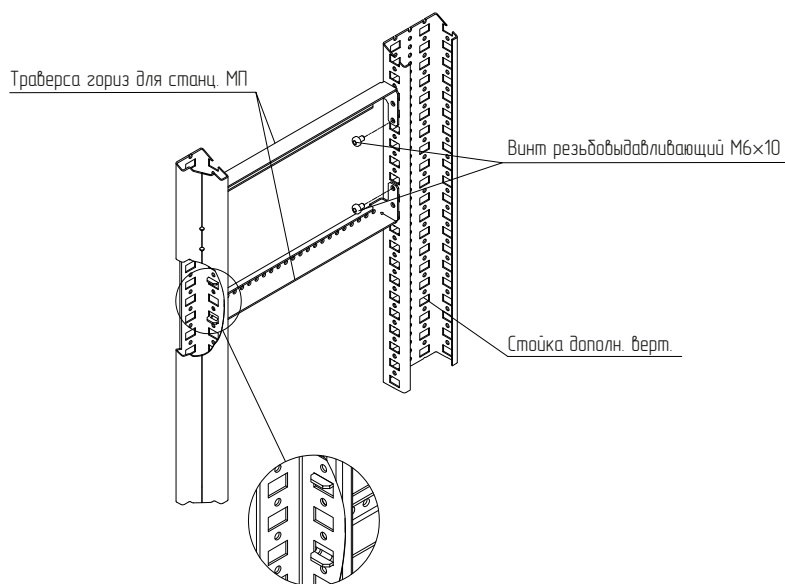

Рисунок 3
4.1.2 Закрепить на нужной высоте траверсы горизонтальные для стационарных МП винтами М6х10 между стойкой каркаса и стойкой дополнительной вертикальной (рисунок 3). Момент затяжки – 7 Н·м.